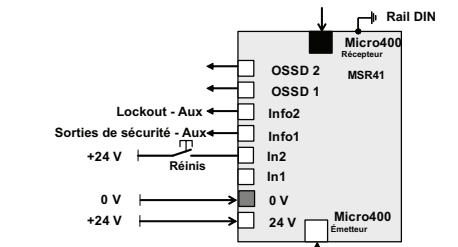

Figure 4 : Module de base MSR41, barrière photoélectrique Micro 400, réinitialisation manuelle, aucun contrôle en sortie
- a. aux deux sorties PNP de sécurité (OSSD) du module de base (ex. Figure 4) et/ou